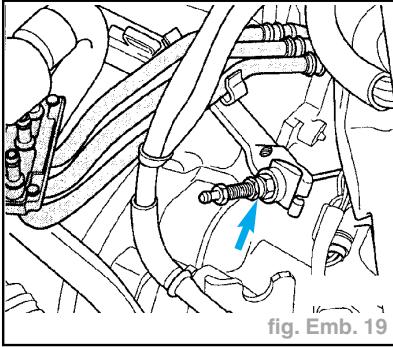

fig. Emb. 19
- Desserrer le contre-écrou (flèche) (fig. Emb. 19).